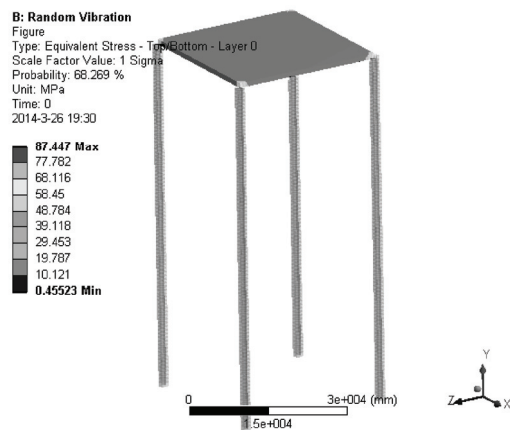

图 13-18 1 Sigma 应力云图
11) 重复步骤 5) ~7), 设置 Scale Factor 为 1 Sigma, 求解 1 Sigma 应力云图, 得到图形如图 13-18 所示。